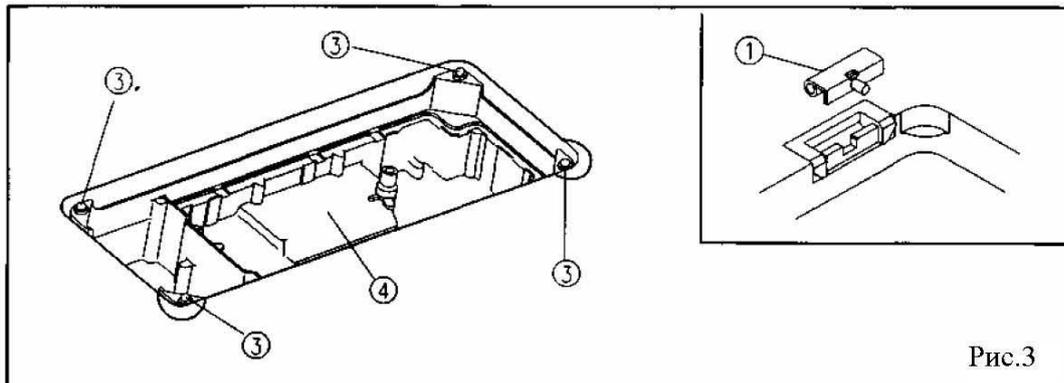

Рис.3
3. Установите два шарнира 1 в два отверстия на основании машины и установите машинную головку на машинный резиновый шарнир 2 перед помещением машинной головки на опору 3 на четырех углах. (Рис. 3,4).